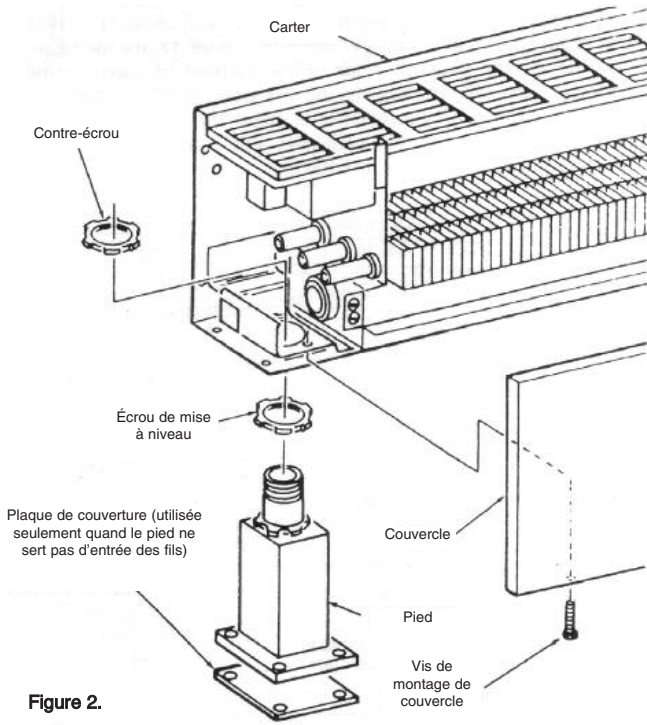

Figure 2.
Remarque – Quand un pied n'est pas utilisé pour entrer les fils, sa base doit recevoir une plaque de couverture (fournie avec le pied). Voir la Figure 2.
1. Enlevez le couvercle frontal en ôtant ses vis de fixation (Figure 2).
6. Remettez en place le couvercle frontal et maintenez-le avec ses vis de fixation (Voir la Figure 2).
1. Enlevez le couvercle frontal en ôtant ses vis de fixation (Figure 2)
- Remettez en place les couvercles frontaux et maintenez-les avec leurs vis de fixation (Voir la Figure 2).